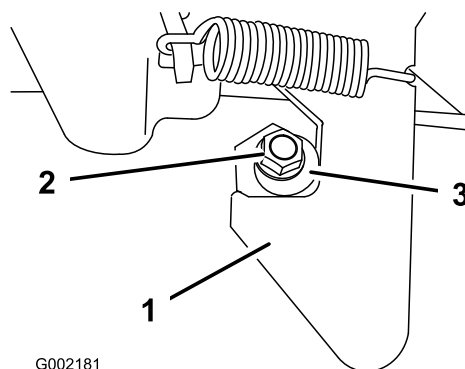

Figura 71
1. Afloje la contratuerca del extremo del tope del enganche (Figura 71).
2. Gire el tope del enganche en sentido horario hasta que quede apretado contra el enganche (Figura 71).